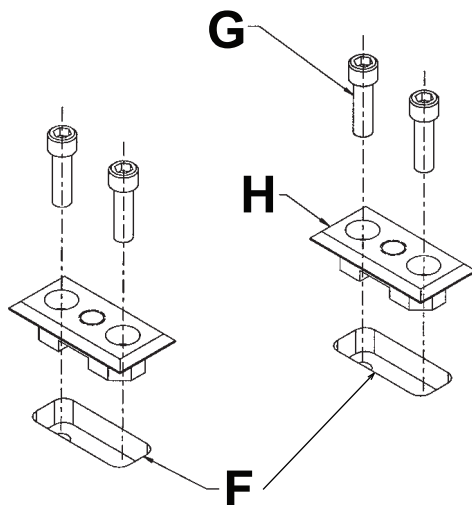

Abbildung 3 – An den Positionsbohrungen versenkte Öffnungen schneiden
- Versenkte Öffnungen (F) mit den Maßen 1 x 2-1/2 x 9/16 Zoll (2,5 cm x 6,4 cm x 1,4 cm) zentriert über den Anlagestellen der Platte in den Boden schneiden (Abbildung 3).